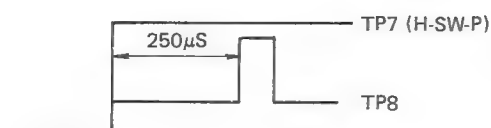

Abbildung 42
3. Auf dem Oszillographen (+) synchronisierte Steigung wählen und R701 so einstellen, daß die in Abbildung 42 gezeigte Anforderung erfüllt wird.